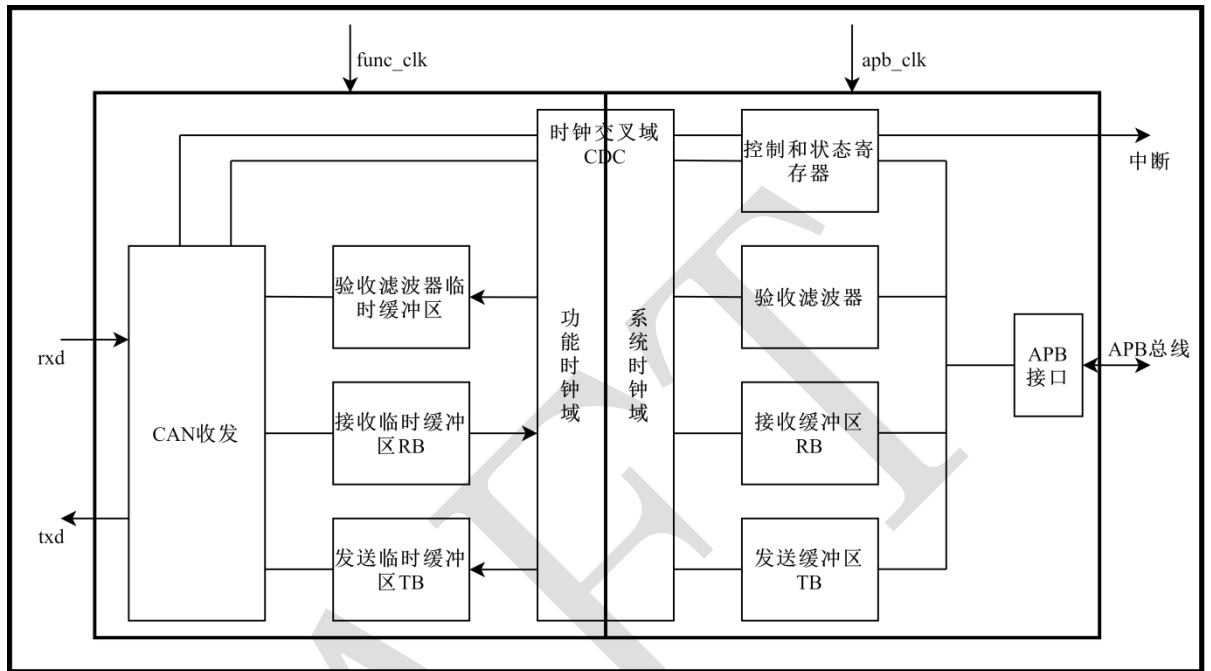
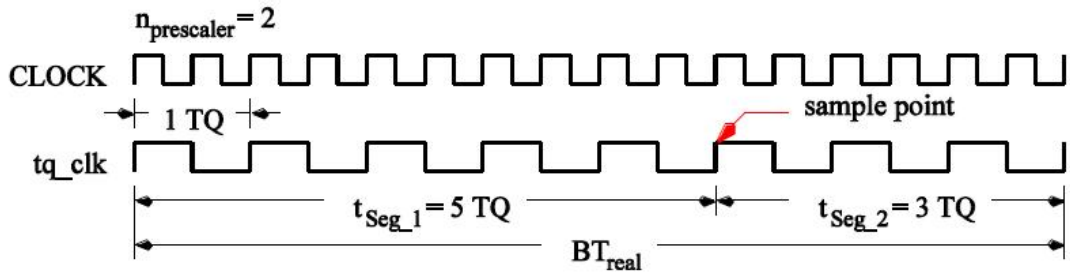

图 20-2 时钟域交叉示意图
图 20-4 CAN 配置实例
- 使用时钟域交叉 (CDC) 时会导致一些延迟，握手机制需要每个时钟域中最多 3 个时钟。具体如图 20-2 所示：
CAN 中的 BIT 时序参考的就是标准 BIT 时序，也就是如图 20-2 所示，但是 CAN 做了精简的配置，对于 SYNC_SEG、PROP_SEG 和 PHASE_SEG 这三个阶段都可以认为是采样前，而 PHASE_SEG2 属于采样后，于是在 IP 中 seg_1 的寄存器配置的就是 SYNC_SEG、PROP_SEG 和 PHASE_SEG1 三个阶段合起来的 TQ 数，seg_2 就是配置的 PHASE_SEG2 的 TQ 数。而 prescaler 寄存器配的就是 TQ 的周期长度，具体参考图 20-4 实例：